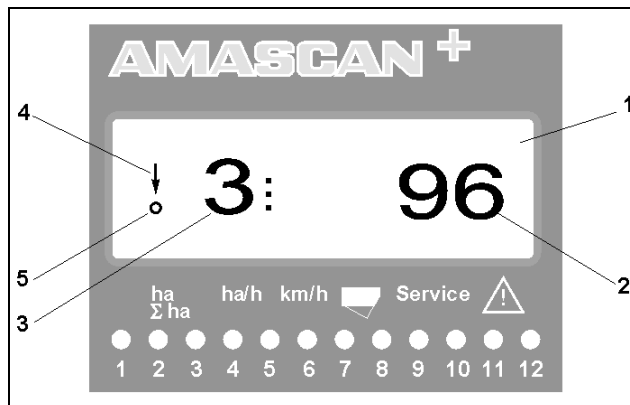

Fig. 4
În poziția de lucru a semănătoarei bob cu bob pe display-ul cu 6 cifre (Fig. 4/1) se indică:
- dreapta - numărul momentan de boabe [boabe/ha]/1000 (Fig. 4/2).
- stânga (Fig. 4/3) indicația se modifică (cifrele 1, 2, 3 etc.) automat după 5 secunde. Este indicat numărul agregatului de semănare monitorizat momentan.
- săgeata verticală (Fig. 4/4) și cercul care se aprinde intermitent dedesubt (Fig. 4/5), imediat ce senzorul de mișcare (senzorul "X") transmite impulsuri către **AMASCAN+**.
Tastele (Fig. 4) se împart pe domeniile: